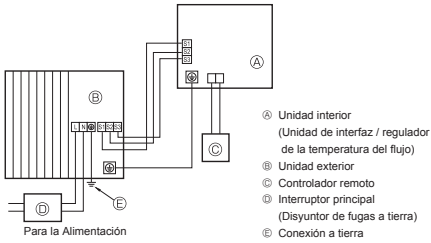
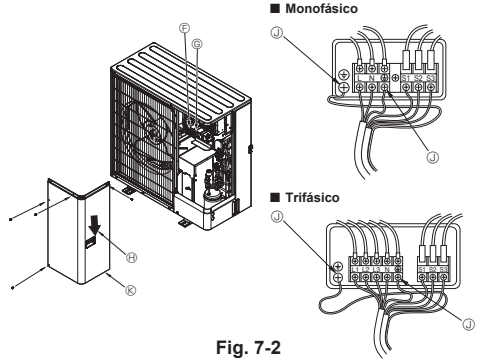

Fig. 7-1
Fig. 7-2
7.1. Unidad exterior (Fig. 7-1, Fig. 7-2)
- ① Extraiga el panel de servicio.
- ② Tienda los cables de acuerdo con la Fig. 7-1 y Fig. 7-2.